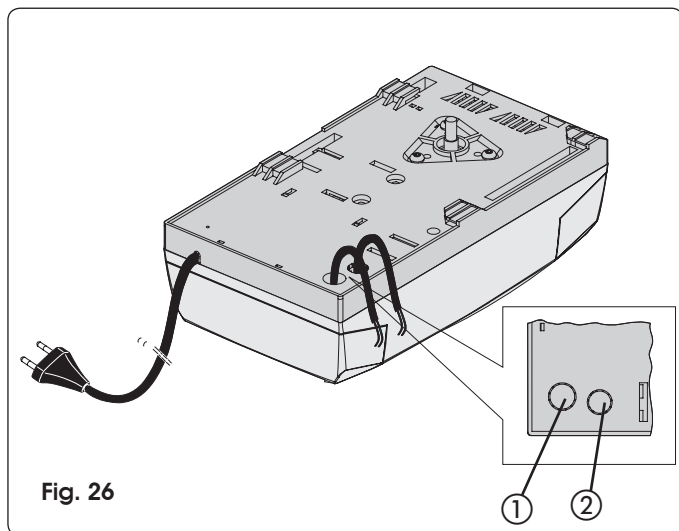

Fig. 26
- Para la conexión de los mandos externos, de los dispositivos de seguridad y de las señalizaciones, rompa la zona precortada (Fig. 26 ref. ①).
- Para la conexión del borde de seguridad, (véase párrafo 18.3.), rompa la zona precortada (Fig. 26 ref. ②).